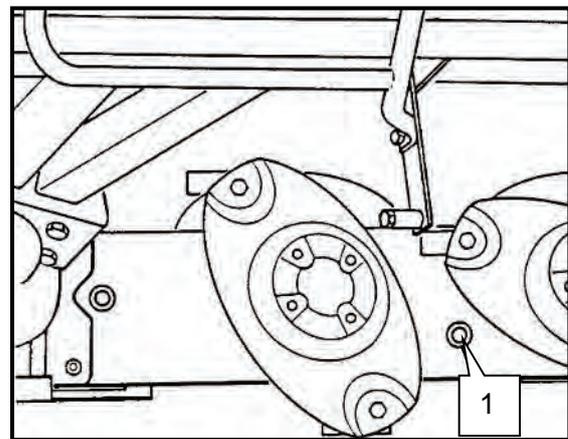
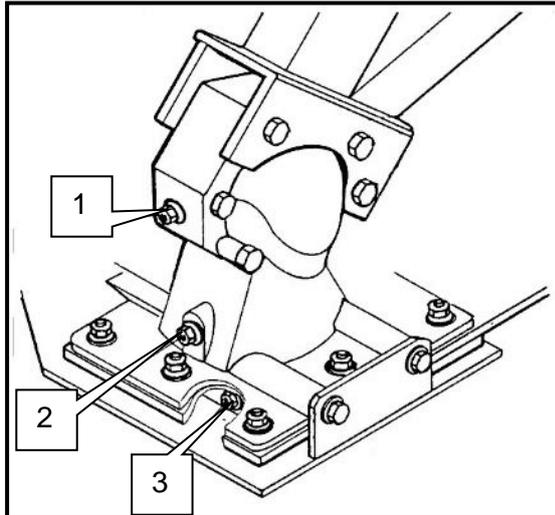

Fig. 103 Tornillo de cierre en la apertura de control de la barra de corte
Fig. 104 Engranaje angular
- ➔ Abra el tornillo de cierre (1) en la barra de corte (Fig. 103).
- ➔ Mida el nivel de aceite en la apertura de control (Fig. 103).
## Comprobar el nivel de aceite en el engranaje angular (Fig. 104)
- Abra el tornillo de cierre (1) en el engranaje angular o el tornillo de evacuación (3) en la barra de corte (3). Consulte la Fig. 104.
- Cierre el tornillo de evacuación en la barra de corte y abra el tornillo de cierre en la apertura de control (Fig. 103).
- Llene el volumen de aceite para engranajes medido a través de la abertura de llenado 1 (Fig. 104) en el engranaje vaciado o a través de la apertura de control de la barra de corte (Fig. 103) en la barra de corte.